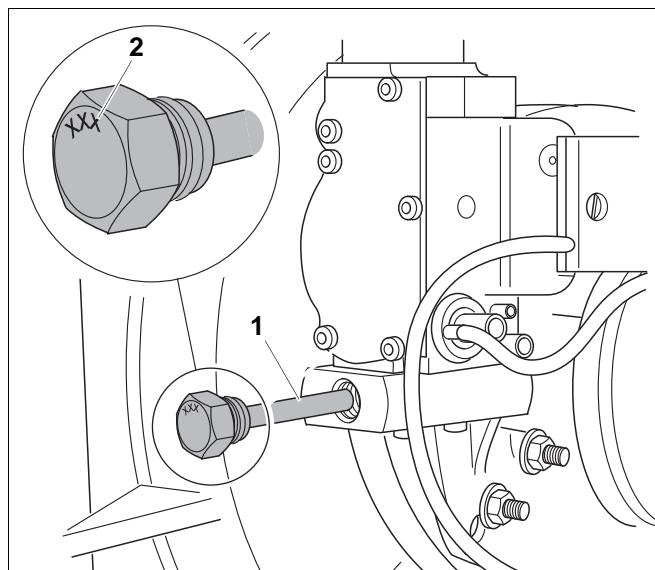

Рис. 12 Переход на природный газ L, замена газовых дросселей
Горелка имеет заводскую настройку на природный газ Н. Для перехода на природный газ L нужно заменить газовые дроссели (см. рис. 12).
- Проверьте обозначение газового дросселя (рис. 12, поз. 2) по табл. таб. 3.
- Ключом на 16 мм выверните газовые дроссели (рис. 12, поз. 1).